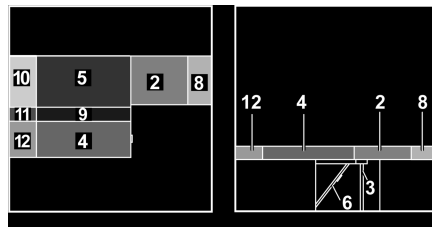

Fig. 133 Après la transformation
- Placer le coussin supplémentaire (Fig. 133,8) entre le coussin d'assise du siège longitudinal et la paroi arrière.